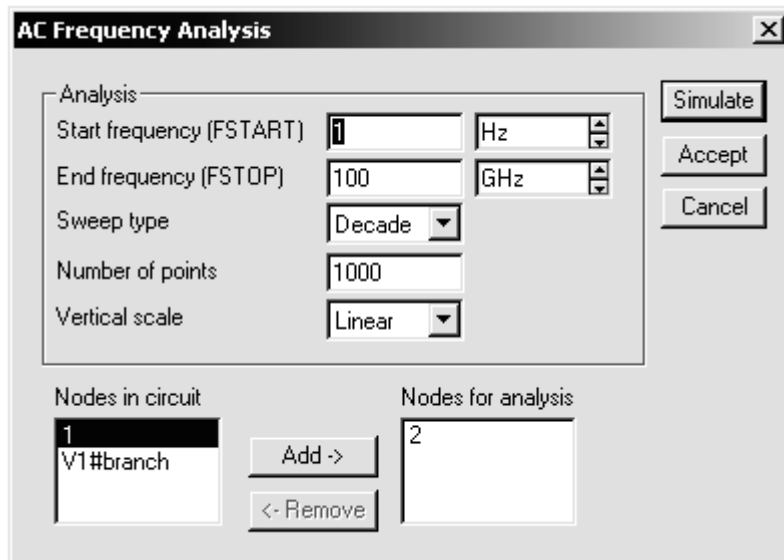

Рис.36. Вікно ACFrequencyAnalysis
2.1.7. Отримайте амплітудно-частотну і фазочастотну характеристики кола. Виберіть меню **Analysis** і в ньому опцію **AC Frequency**. У вікні (рис. 36) під заголовком **Nodes in Circuit** виділіть номер точки, що позначає вихід електричного кола. Потім за допомогою кнопки **Add** встановіть цей номер у вікні **Nodes for Analysis**.
Встановіть діапазони виконуваних вимірювань так, як показано на рис.36.